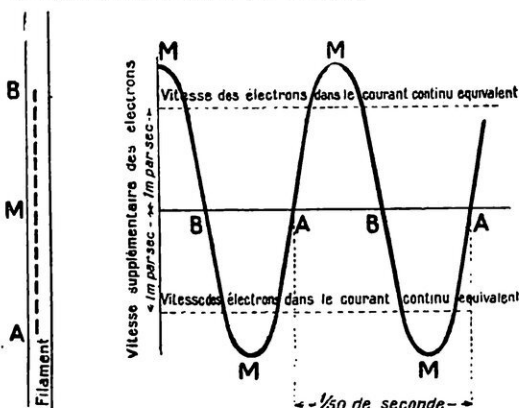

FIG. 10 ET 11. — QU'EST-CE QUE L'ALTERNATIF ?
(1) Cet atome (plus exactement : cet ion) est formé d'un noyau avec 73 satellites (électrons liés).
(2) Voir l'article : « Qu'est-ce que l'électricité ? », dans *La Science et la Vie*, n° 118, p. 294.
soufflés et aspirés aux deux bouts, et cela cinquante fois par seconde (puisque la fréquence du secteur est 50 cycles, tableau p. 16). Ils exécutent, par suite, des oscillations analogues à celles du bout d'allumette rouge (fig. 4) ; ces oscillations sont *longitudinales* par rapport au filament (fig. 10) et le trajet total *AB* peut atteindre 300 fois le diamètre du filament (1). La vitesse supplémentaire des électrons varie (fig. 11) entre 150 centimètres par seconde vers le haut et 150 centimètres par seconde vers le bas ; cette vitesse s'annule en passant aux extrémités *A* et *B*. Naturellement, ces oscillations forcées correspondent (tout comme en 2°) à une énergie (cinétique) supplémentaire, qui chauffe le filament.
Les électrons inclus dans un filament métallique de lampe à incandescence exécutent des oscillations identiques à celles de la figure 4 ; la longueur *AB* (fig. 10) peut atteindre 300 fois le diamètre du filament. La plus grande vitesse, acquise dans ces oscillations, ne dépasse pas 150 centimètres par seconde (fig. 11) ; on a aussi indiqué la vitesse des électrons de *A* vers *B* (ou de *B* vers *A*) en courant continu pour que la lampe éclaire de la même manière qu'en alternatif.